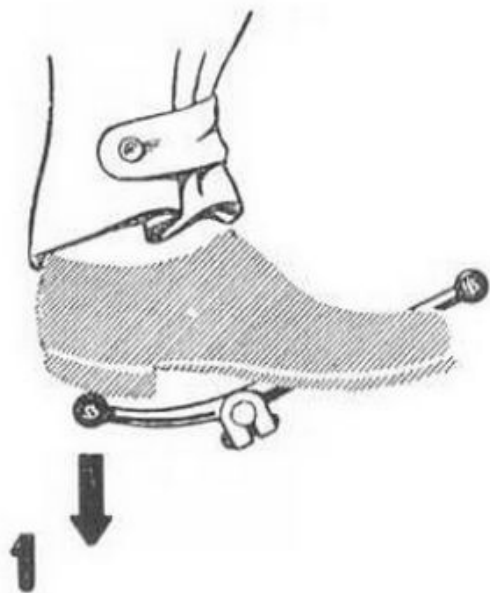

Fig. 3 - Innesto I velocità.
- a) **per inserire la 1^a marcia** sollevare (vedi fig. 3) con la punta del piede l'estremità anteriore della leva o premere con il calcagno l'estremità posteriore della medesima: questa — abbandonata a se stessa — ritornerà nella primitiva posizione;